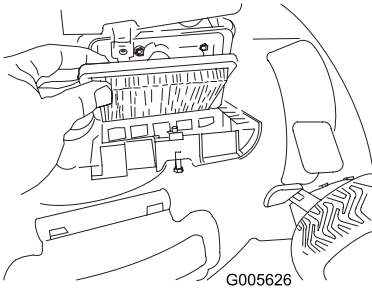

Figura 30
2. Cambie el filtro de aire (Figura 30).